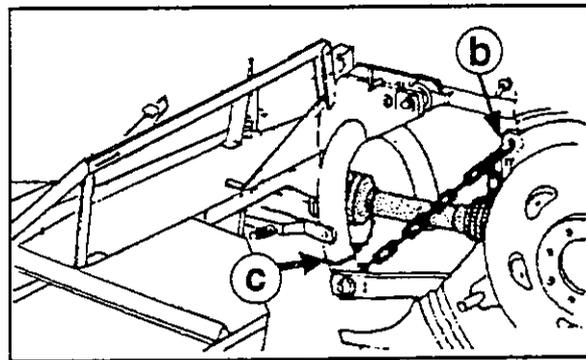

Fig. 4-7
Enganchar la cadena de descarga (b) (Equipo adicional) en posición superior (Fig. 4-7).
*¡Acoplar el árbol articulado en el tractor y asegurar el tubo de protección con la cadena (c) contra giros (Fig. 4-7)!*